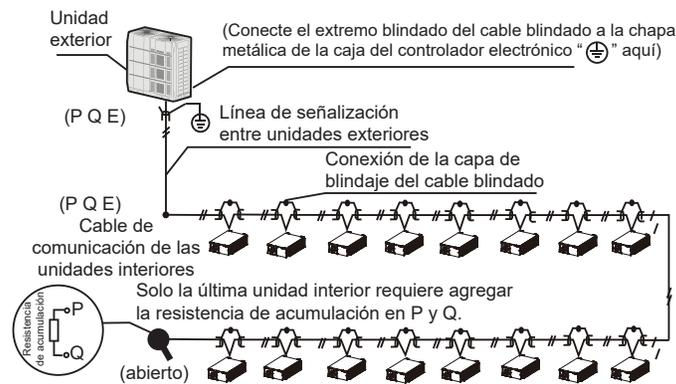

Figura 36
- El cableado de comunicación entre las unidades interiores y exteriores debe conectarse una unidad tras otra en una conexión en cadena de la unidad exterior a la unidad interior final. Y la capa de blindaje debe estar conectada a tierra correctamente y se debe agregar una resistencia integrada a la última unidad interior para mejorar la estabilidad del sistema de comunicación (vea la Figura 36).